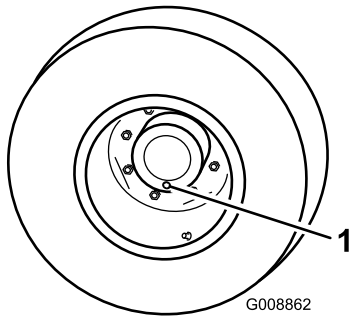

Figura 54
1. Coloque a máquina numa superfície nivelada e posicione uma roda de forma a que um dos tampões de verificação se encontre na sua posição mais baixa (6 horas) (Figura 54).